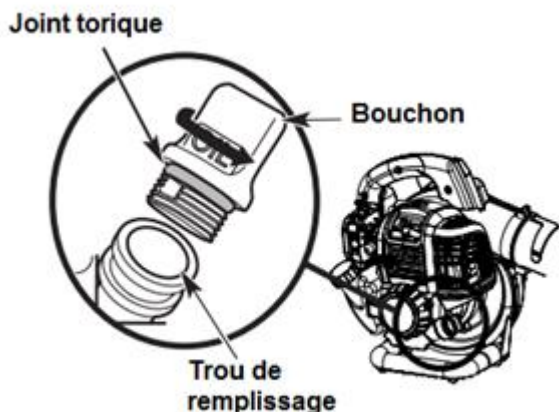

Fig. 9
- 3) Nettoyez la zone autour du bouchon de remplissage d'huile (Fig. 9) pour empêcher les débris de pénétrer dans l'orifice de remplissage d'huile.
**Note :** Assurez-vous que le joint torique est en place sur le bouchon de remplissage d'huile (Fig. 9).
- 1) Nettoyez la zone autour du bouchon de remplissage d'huile (Fig. 9) pour empêcher les débris de pénétrer dans l'orifice de remplissage d'huile.